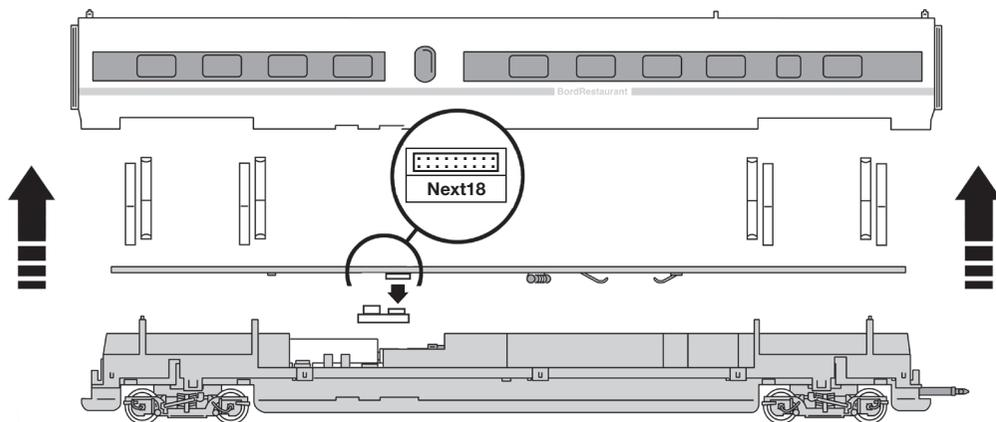
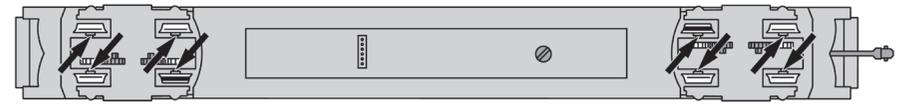

Fig. 6
Fig. 7
1. Schmierung: Versehen Sie die im Schmierplan in Fig. 6, Fig. 7 und Fig. 8 gekennzeichneten Stellen mit nur **kleinen Öltropfen**.
2. Motorwechsel: Gehäuse abnehmen (Fig. 4 + 7). Klipsen Sie die Inneneinrichtung ab, indem die Federlappen (**f**) mit einem Schraubenzieher vorsichtig nacheinander nach außen gebogen werden. Lösen Sie die Halteschraube des Motors (Fig. 7). Der Zusammenbau erfolgt in umgekehrter Reihenfolge.
1. Lubrication: Apply **tiny oil drops** to spots marked in fig. 6, fig. 7 and fig. 8.
2. Motor Changing: First remove body (fig. 4 + fig. 7). Unclip the interior fittings, carefully using a screwdriver to bend the spring clips (**f**) outwards. Undo the retaining screw of the motor (fig. 7). Reassemble in inverse sequence.
1. Graissage: N'appliquez que de petites gouttes d'huile aux endroits indiqués dans le plan de lubrification des fig. 6, fig. 7 et fig. 8. Nous vous recommandons le graisseur à huile Fleischmann réf. 6599.
2. Remplacement du moteur: Démontez la caisse (voir fig. 4 + fig. 7). Désenclipez l'aménagement intérieur en tordant soigneusement et progressivement vers l'extérieur les pattes (f) à l'aide d'un tournevis. Dévissez la vis de fixation du moteur (fig. 7). Remontez en procédant dans l'ordre inverse.